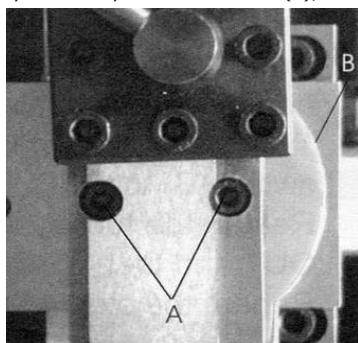

Рис. 5
Чтобы установить продольный суппорт для пиления под углом, двигайте салазки, пока не покажутся два крепёжных винта (A), см. Рис.5